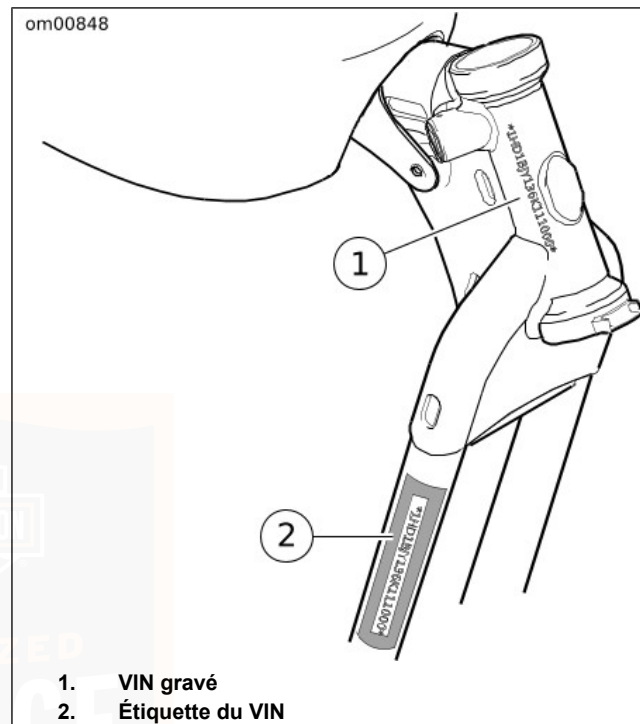

Figure 1. Emplacements du VIN : modèles Sportster
Voir Figure 1. Les 17 caractères du VIN sont gravés sur la colonne de direction ainsi que sur une étiquette sur le tube descendant avant droit du cadre.
1. Unscrew nut and remove negative battery cable from crankcase stud (see Figure 1). Keep end of negative battery cable away from all metal parts.